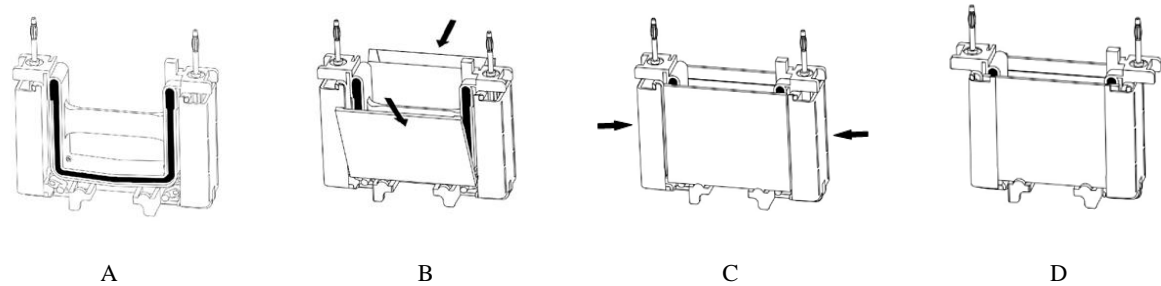

图 2 安装迷你垂直电泳槽的电泳模块
- 2) 打开灌胶泵并放置于干净平整操作台上（图 2，A）；
- 3) 将第一块凝胶三明治以短玻璃板朝内侧放置于凝胶支撑架上，凝胶支撑架模铸于组件底部且每侧均有两个。放置第一块胶时须小心确认夹胶框保持平衡状态不会翻倒。在另一侧凝胶支撑架上放置第二块胶，共有两块胶相对中心倾斜；如果运行奇数胶（1 或 3 块胶），则须使用缓冲液挡板（图 2，B）；
- 4) 同时将 2 块胶板向中心捏紧，使胶板紧贴密封条，并且需短玻璃板顶住密封条台阶；然后双手同时向内合拢两侧的边卡，使其锁定到位；边卡会推动胶板使短玻璃板紧贴 U 型密封条的凹槽，以防止漏液（请确认短玻璃板没有压住密封条台阶）（图 2，C）；
- 5) 此时可以用缓冲液清洗样品孔和上样（图 2，D），请不要尝试在胶板压住密封条台阶时合拢夹胶框夹；